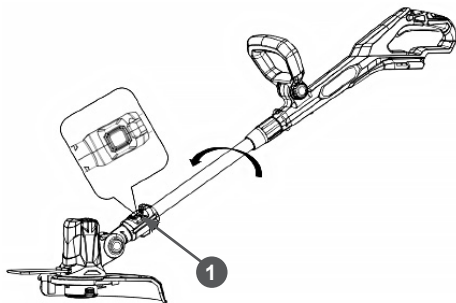

Рис. 5 Регулировка положения электродвигателя в радиальном направлении
3. При необходимости, например, при обрезке кромки газона, возможно изменить положение электродвигателя в радиальном направлении на 180°. Для этого необходимо нажать кнопку блокировки 1 (Рис. 5), начать поворачивать корпус электродвигателя и, поворачивая корпус, отпустить кнопку блокировки. Фиксация в новом положении произойдет автоматически.